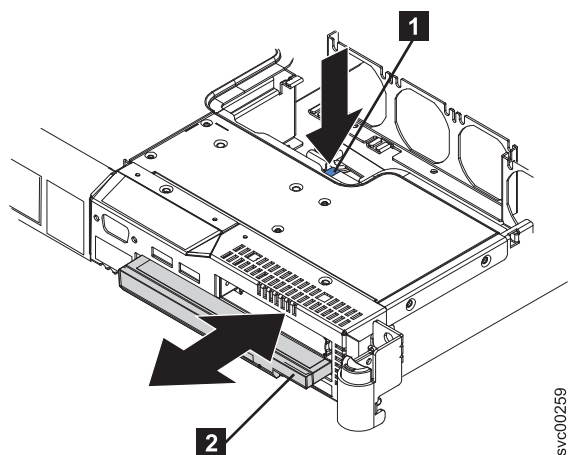

図 213. SAN ボリューム・コントローラー 2145-8G4 のダミー CD/DVD ドライブ
3. ダミー CD/DVD ドライブ **2** を解放します。これを行うには、図 213 に示すように、解放ボタン **1** を押し、ドライブを約 2 cm 外側にスライドさせます。このドライブが動き出すようにするために、背面からこのドライブを押すことができます。覆いからはこのドライブを取り外さないでください。